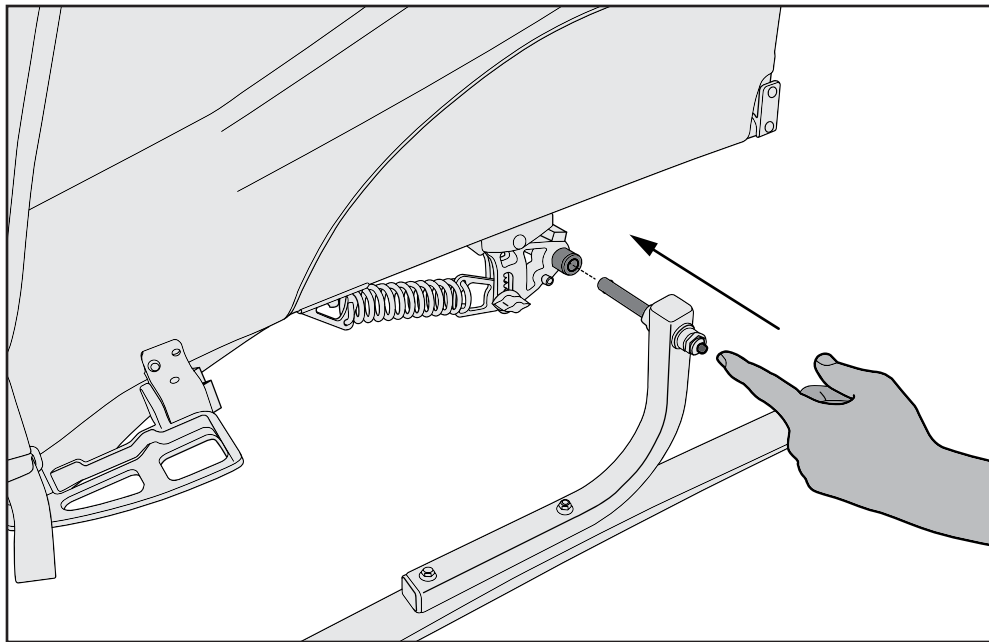

FIGURE 1
2. For trailers with Push Button (PB) axles: Press the button on the outside of the PB ski axle and slide the ski axle into the trailer axle (Figure 1). Pull firmly outward on ski to confirm the ski axle is fully engaged. Repeat on opposite side.
2. Für Anhänger mit Drucktastenachsen: Drücken Sie die Taste außen an der Skiachse und schieben Sie die Skiachse auf die Anhängerachse (Abbildung 1). Ziehen Sie den Ski fest nach außen, um sich zu vergewissern, dass die Achse voll eingerastet ist. Wiederholen Sie diese Schritte auf der anderen Seite.
2. Pour les remorques dont les essieux sont pourvus d'un bouton presseur : Appuyez sur le bouton presseur situé sur l'extérieur de l'essieu du ski et faites glisser l'essieu du ski dans l'essieu de la remorque (Figure 1). Tirez fermement sur le ski afin de vérifier que l'essieu est bien engagé. Recommencez de l'autre côté.